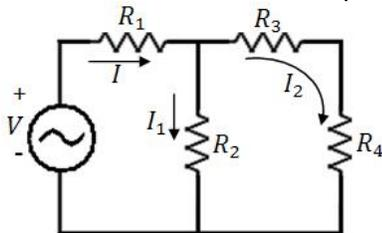

Figura 6.3. Circuito resistivo serie-paralelo.
a).- Construya el circuito de la figura 6.3, con $V_i = 5 \text{ sen}(\omega t)$ de frecuencia $f = 1 \text{ KHz}$ y seleccione cada resistencia que este dentro del rango de $2\text{K}\Omega \leq R_{\text{Total}} \leq 900\text{K}\Omega$, todas las resistencias deben tener diferente valor. Mida el voltaje, corriente de cada resistencia del circuito y llene la tabla 6.7.